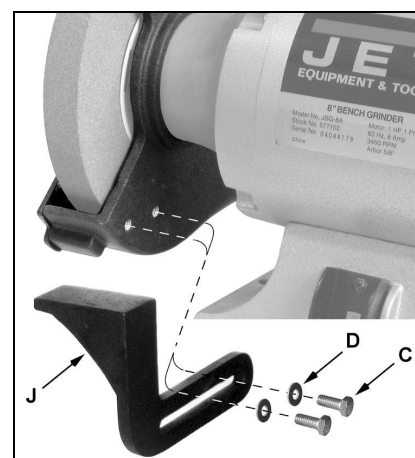

Fig 3
Fixer les plans de travail (J, Fig 3) avec les vis hexagonales (C) et les rondelles (D) sur le carter du disque abrasif.